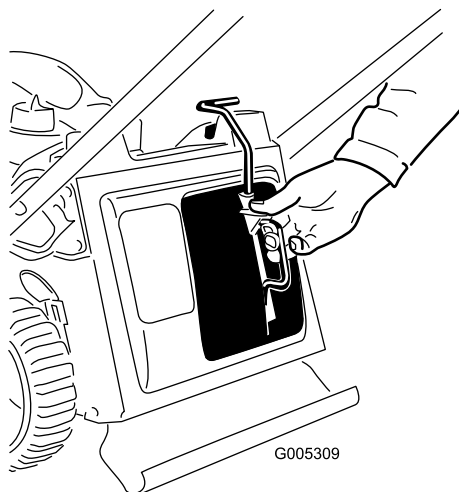

Figure 25
1. Enlevez l'obturateur de mulching (Figure 25).